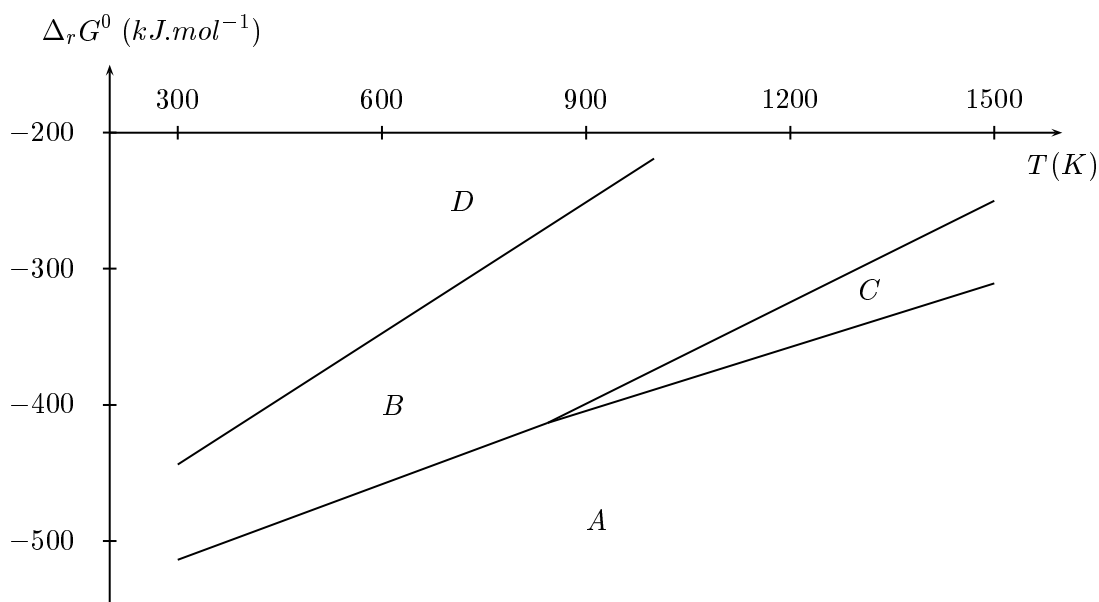

Figure 1: Diagramme d'ELLINGHAM du fer et de ses oxydes.
3.5. Le diagramme d'ELLINGHAM simplifié du fer et de ses oxydes est représenté sur la figure 1.
3.6. A l'aide du diagramme d'ELLINGHAM du fer et de ses oxydes (figure 1), indiquer quelle doit être la succession des couches d'oxydes lors de l'oxydation du fer par l'oxygène pour une température de 900 K.